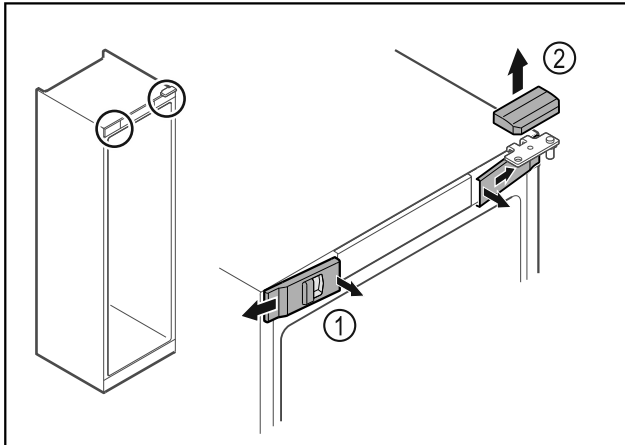

Fig. 7*
- ▶ Deblocați apărătorile frontale din interior Fig. 7 (1) și detașați-le în lateral.*
- ▶ Scoateți în sus Fig. 7 (2) apărătoarea.*